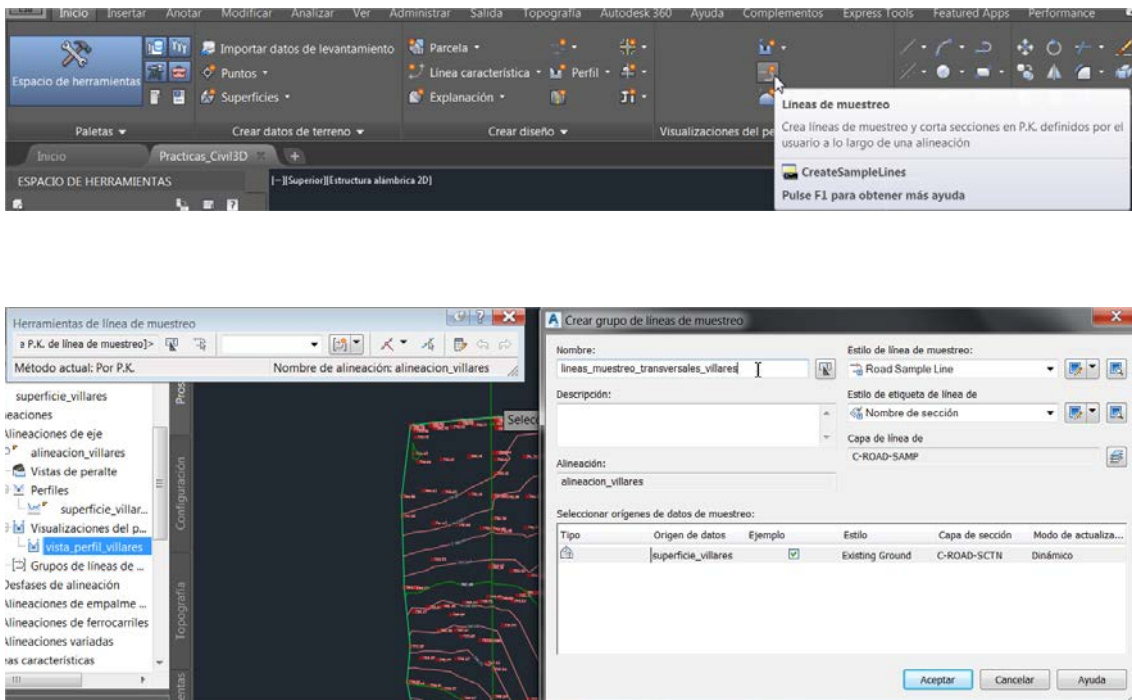
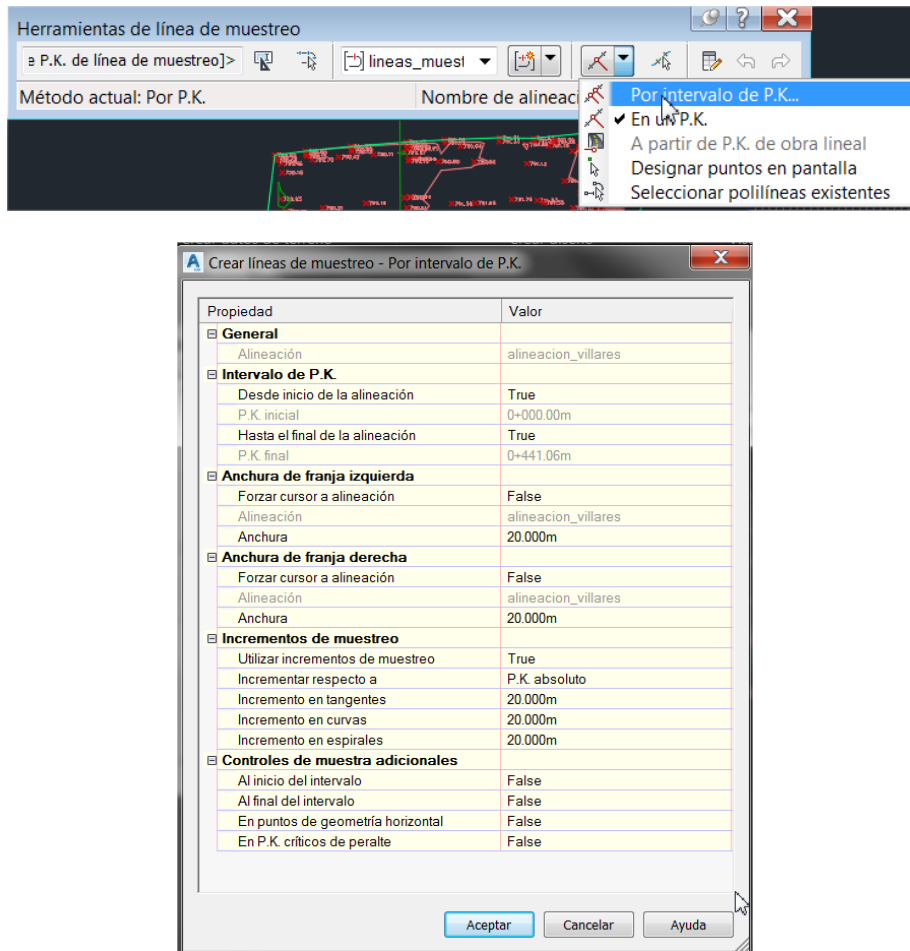

Figura 18. Herramienta de creación del grupo de **líneas de muestreo** para los perfiles transversales (arriba) y opciones (abajo).
Figura 19. Configuración de las líneas de muestreo para la confección de perfiles transversales.
- Los perfiles transversales se crean a partir de la alineación del perfil longitudinal (“**alineación_villares**”) y de la superficie anterior (“**superficie_villares**”) mediante las llamadas **líneas de muestreo**, que son las pequeñas líneas a lo largo de la alineación que forman los transversales. Seleccionar el botón de **Líneas de muestreo** (Figura 18, arriba) y seleccionar la “**alineación_villares**” en el dibujo. En la ventana emergente se le da el nombre “**líneas_muestreo_transversales_villares**” (Figura 18). Al aceptar y cerrar la creación de líneas de muestreo se activa en el cursor la configuración de los parámetros sobre el dibujo. No obstante, se recomienda no usar esta opción y configurar los perfiles transversales desde la opción **Por intervalo de P.K.** (Figura 19). En este caso se han dejado los valores por defecto.